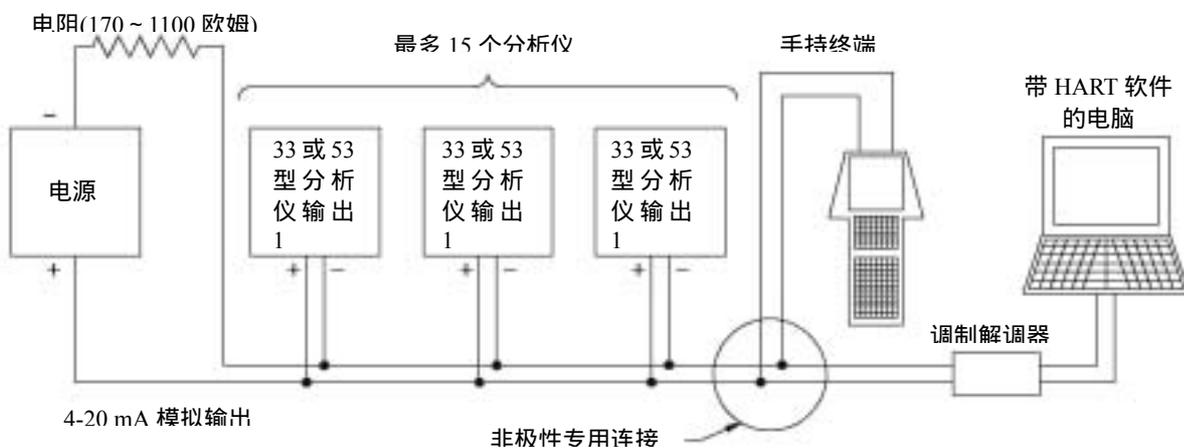

图 3-5 HART 多分析仪布线方法（用于多分析仪网络）
2. 参考图 3-5，并将每个分析仪（最多 15 个）的 4-20 mA 模拟输出 1 信号以并联的方式连接到一个电缆上，极性如图所示。